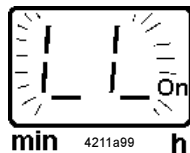

Abb. 25 - Anzeige einer Leermeldung
- Im Falle einer Leermeldung schaltet die Pumpe nicht sofort ab. Ein laufender Schmierzyklus wird beendet. Nach Ende der Pausenzeit ist ein erneutes automatisches Anlaufen der Pumpe nicht möglich. An der Folientastatur erscheint die blinkende Anzeige * LL*, siehe Abb. 25.
- * Vor dem Befüllen des Behälters, mit dem Taster Abb. 25, die Leermeldung quittieren.
- Durch Drücken des Tasters (Abb. 25) geht das Blinken * LL * in Dauerlicht über.